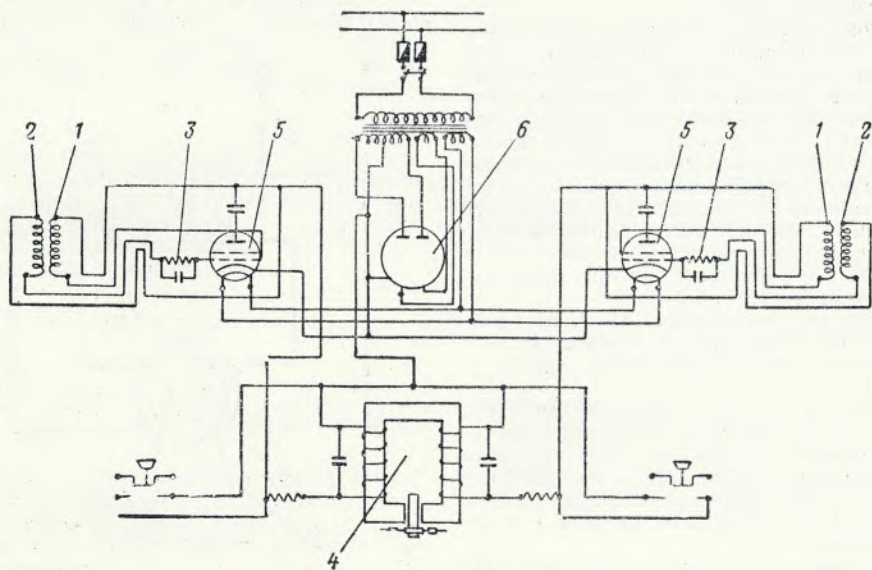

Рис. 1
Рационально также создание чувствительного элемента по принципу изменения магнитного поля при прохождении пленки с ферромагнитным включением (рис. 1).
* На рис. 1 в лампе 6 не показаны аноды.